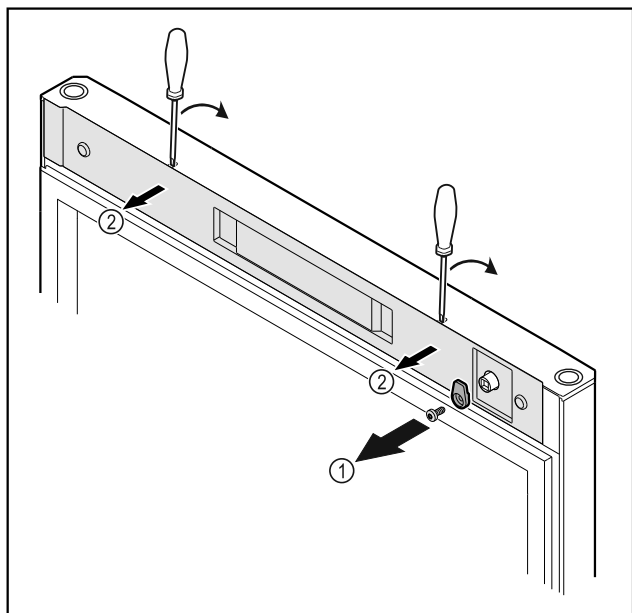

Fig. 12 *
- Skru av lukketappen Fig. 12 (1)*
- Vipp dekselet Fig. 12 (2) ut av stilling med en liten skru-trekker, og ta det av.*